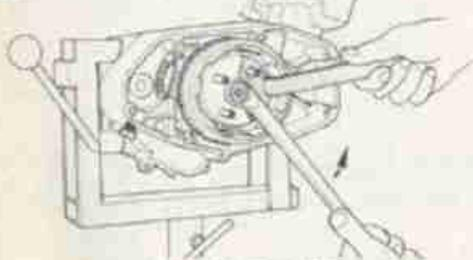

FIG. 14 Rimozione dado
- 14) USANDO la chiave di fermo (cod. 05.0306.0) e una chiave da 17 mm, rimuovere il dado di fissaggio del disco portacolonnnette (fig. 14).